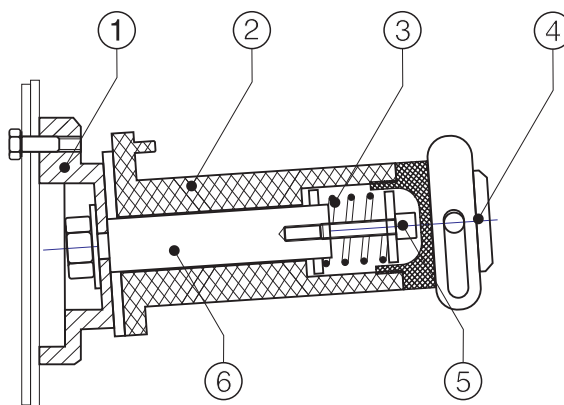

рис.3.7
- отвернуть заглушку втулки п.4 рис.3.7;
- затянуть регулировочный винт п.5 рис.3.7 для увеличения усилия торможения, или ослабить его для уменьшения усилия торможения.